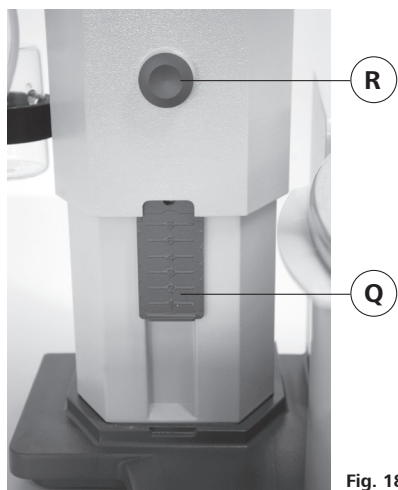

Fig. 18
☞ Pour déplacer l'élément de butée (Q), appuyez sur le bouton central (R) à l'avant du dispositif de levage (fig. 18).